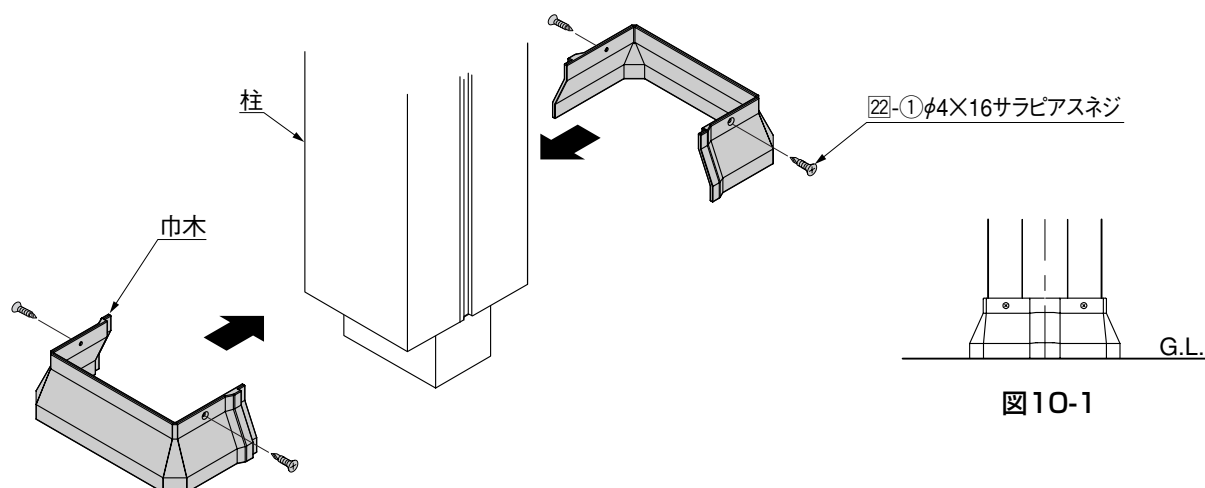

図10-1
- ① 巾木をG.L.にあわせて②②-①で柱に取付けてください。(図10-1参照)